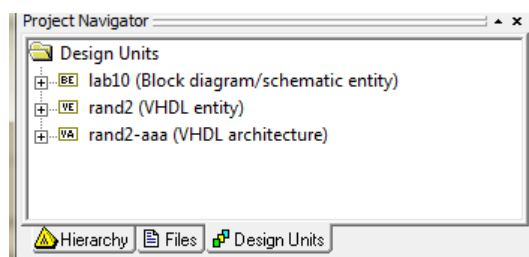

Рис.1.10
- входящие в проект модули (**Design Units**). Страница **Design Units** навигатора отображает все компоненты проекта, использованный способ описания проекта, язык описания и файл с описанием компонента (Рис. 1.10.).